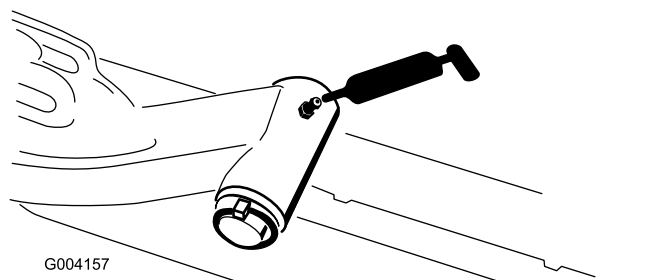

Figura 107
- Eje pivotante del brazo de elevación (1 en cada) (Figura 107)